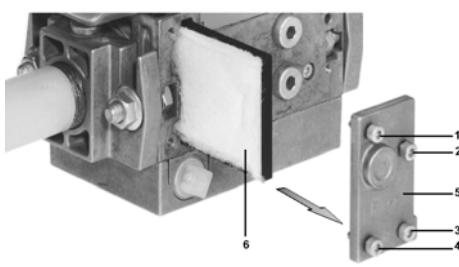

Fig. 25
- 2 Indepartati suruburile 1 + 4 utilizand o cheie Allen n. 3 (imbus) si indepartati capacul filtrului 5 ca in Fig. 25.